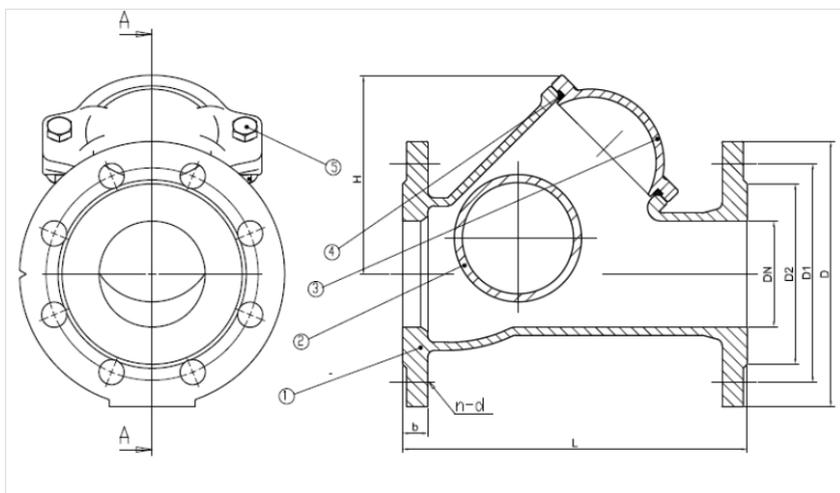

Рис. 1
1.3.1. Клапан состоит из следующих основных деталей и элементов (рис.1):